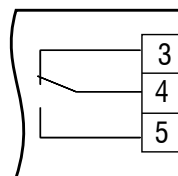

Fig. 5.4 Salida a relé
- Las salidas deben ser cableadas según Fig. 5.4...5.10.